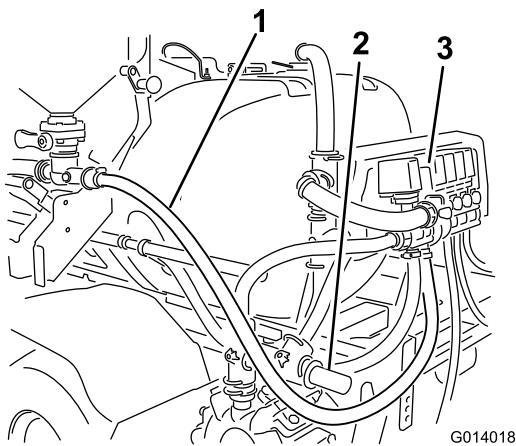

Bild 27
1. Verlegen Sie das offene Ende des Zufuhrschlauchs nach hinten. Der Schlauch verläuft entlang der Pumpe und kehrt dann zum Ventil unter dem Ablassventil zurück (Bild 27).